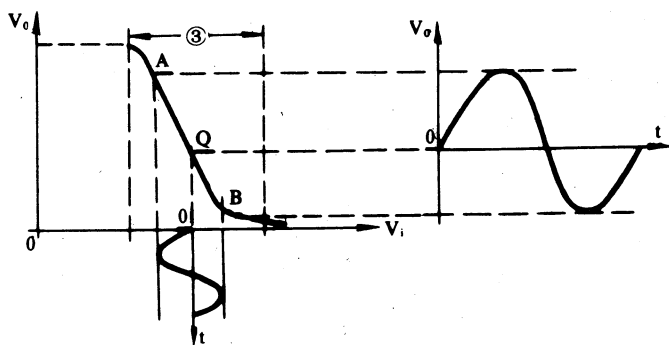

图4 反相器放大图解
反相器在第③工作区时,当输入电压有不大变化时,输出电压也将会有较大的变化,类似于晶体三极管工作,对于反相器也可作出图解(如图4所示)。为清楚起见,只画出第③工作区。我们定义放大器增益 k 为
由图4可见,为了实现线性放大,必须把工作点偏置在Q点。一般对反相器的偏置方法有反馈偏置法和分压偏置法两种。